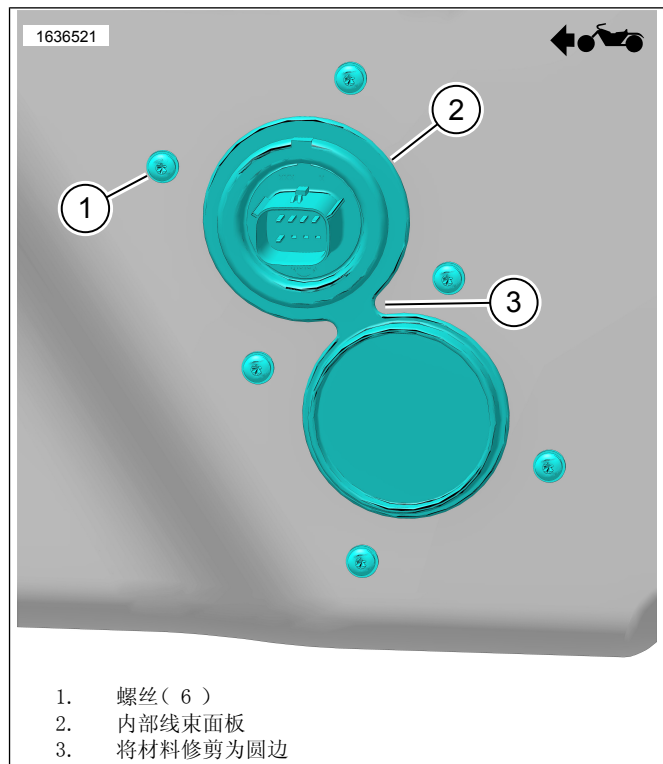

图7。内部线束面板
- d. 参见图7。将材料修剪为圆边(3)。
6. 参见图7。安装内部线束面板(2)。